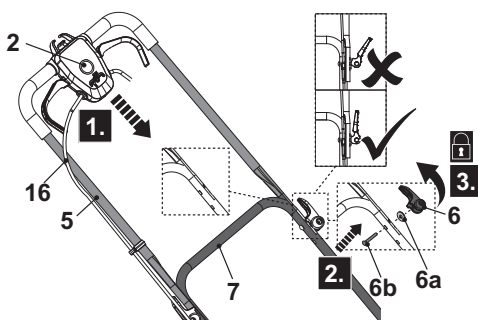

Fig. 3
4. Segurar a barra superior de pega (5) com o botão do botão de segurança (2) virado para cima. Alinhar os orifícios de montagem da barra superior de pega (5) e das barras inferiores do punho (7) (Fig. 3, passo 1).
5. Passar o parafuso de montagem (6b) através dos furos de montagem até à extremidade (Fig. 3, passo 2).
6. Fixar a anilha (6a) e aparafusar a alavanca de pinça (6) no sentido dos ponteiros do relógio através da rosca do parafuso de montagem (6b), bloqueá-la dobrando a alavanca de pinça (6) na direcção do cabo. Se a alavanca de pinça (6) não puder ser dobrada, solte-a e dobre-a novamente. Se estiver demasiado solta, aperte-a balançando a alavanca de pinça (6) (Fig.3, passo 3).
7. Faça-o novamente para o outro lado. Certifique-se de que o cabo de interconexão (16) corre no lado superior das barras de pega (5, 7).